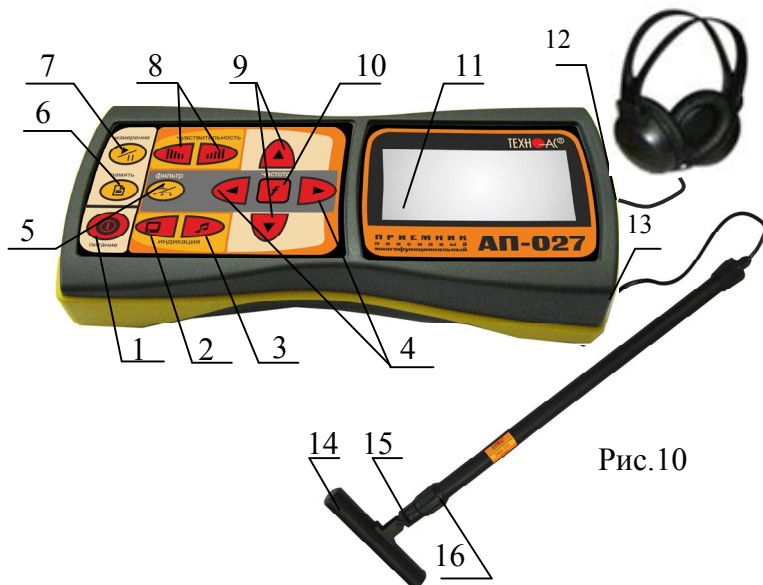
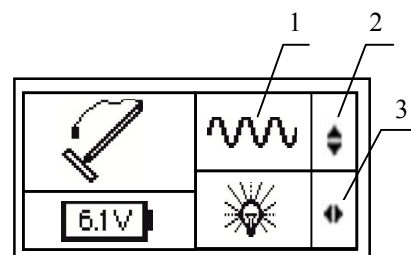
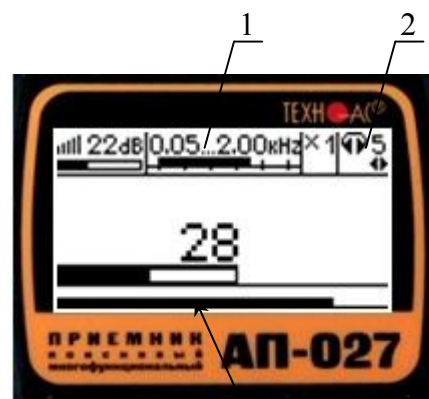

Рис.10
Рис.11
Fig.16 3
Используемое оборудование (рис.11): приемник АП-027, акустический датчик АД-227, головные телефоны.
4.2.4 Проверить вид принимаемого сигнала (поз.1 рис.6). Принимаемый сигнал «утечка » выбирается автоматически, работа в режиме течепоиска. При появлении на индикаторе символа «удары », что могло произойти в результате случайного нажатия на кнопки, следует выбрать в стартовом окне символ «утечка » любой из кнопок ▲/▼ поз.9 рис.10. (см. подсказку поз.2 рис.11)
Используемое оборудование (рис.10): приемник АП-027, электромагнитный датчик ЭМД-237, головные телефоны.
Подключить к соответствующим разъемам приемника электромагнитный датчик поз.13 рис.10 и головные телефоны поз.12 рис.10 (при необходимости).
Привести электромагнитный датчик из транспортного в рабочее положение для этого: ослабить стопорную гайку поз.16, раздвинуть штангу до требуемого размера и зафиксировать стопорной гайкой. Ослабить фиксирующую гайку поз.15 и установить электромагнитную антенну поз.14 датчика в положение, используемое в трассопоиске. Горизонтальное положение (рис.10) – трассопоиск по методу максимума, транспортное положение – трассопоиск по методу минимума.
5.2.1 Включить питание приемника АП-027 кнопкой ① поз.1 рис. 10.
5.2.2 В «стартовом» окне рис.11 на индикаторе приемника проверить:
5.2.3 Проверить вид принимаемого сигнала поз.1 рис.11. Принимаемый сигнал «непрерывный » выбирается автоматически. При появлении на индикаторе значка «импульсный », что могло произойти в результате случайного нажатия на кнопки, следует выбрать в стартовом окне символ «непрерывный » любой из кнопок $\blacktriangle/\blacktriangledown$ поз.9 рис.10. (см. подсказку поз.2 рис.11)
5.2.4 Установить необходимый уровень подсветки индикатора приемника, используя для этого кнопки $\blacktriangleleft/\blacktriangleright$ поз.4 рис.16 (см. подсказку поз.3 рис.11).
5.3.1 Запустить режим «измерение» кнопкой $\blacktriangleright/\blacktriangleleft$ поз.7 рис.10.
5.3.2 Выбрать режим «широкая полоса» нажатием на кнопку фильтр  поз.5 рис.10. На индикаторе появится символ широкой полосы  поз.1 рис.12.
В случае трассировки кабеля под напряжением или трубопровода с катодной защитой выбрать частоту 100 /120 Гц, нажав кнопку «частота» f поз.10 рис.10, используя
для этого кнопки ◀/▶ поз.4 рис.10. Наблюдать за величиной выбранной частоты на индикаторе поз.1 рис.12. Например, при выборе частоты 50/60 Гц появится символ
5.3.3 Выйти из режима регулировки фильтра, нажатием кнопки «частота» **f** поз.10 рис.10. На индикаторе в зоне окна поз.1 рис.12 исчезнет указатель подсказки ◀ и появится в зоне поз.2 рис.12 (возможность регулировки звука).
5.3.4 Установить комфортную громкость звука в телефонах поз.2 рис.12 кнопками ◀/▶ поз.4 рис.10 (если кнопки не используются для регулировки фильтра).
5.3.5 Установить уровень входного сигнала кнопками «чувствительность» IIII и IIII поз.8 рис. 10 по индикатору «узкая шкала» (предпочтительно на 50...70% от максимума) поз.3 рис. 12.
5.3.6 Установить необходимый коэффициент усиления фильтрованного сигнала множителем «×1/2/4/8» нажимая на кнопки ▲/▼ поз.10 рис.10, не допуская при этом перегрузки.
этого включить режим «измерение» кнопкой $\frac{\text{II}}{\text{I}}$ поз.7 рис.10., выбрать режим «широкой полосы», то есть выключить фильтр кнопкой $\frac{\text{I}}{\text{II}}$ поз.5 рис.10.
5.5.3 Для определения кабелей (из числа найденных коммуникаций), находящихся под напряжением промышленной частоты 50...60 Гц, используется режим 50...60 Гц. В этом режиме из широкого спектра сигнала выделяется лишь небольшая полоса частот с центральной частотой 50...60 Гц. Для входа в режим 50...60 Гц включить фильтр кнопкой $\frac{\text{I}}{\text{II}}$ поз.5 рис.10, нажать на кнопку частота f поз.10 рис.10 и выбрать центральную частоту фильтра 50...60 Гц кнопками $\blacktriangleleft/\blacktriangleright$ поз.4 рис.10.
5.5.4 Наблюдать за величиной выбранной частоты на индикаторе поз.1 рис.16. При выборе частоты 50/60 Гц
Выйти из режима регулировки фильтра, нажатием кнопки «частота» f поз.10 рис.10. На индикаторе в зоне окна поз.1 рис.16 исчезнет указатель подсказки \blacktriangleleft и появится в зоне поз.2 рис.16 (возможность регулировки звука).
5.5.5 Установить комфортную громкость звука в телефонах поз.2 рис.16, для этого нажать на кнопку режима звуковой индикации поз.3 рис.10 и отрегулировать громкость кнопками $\blacktriangleleft/\blacktriangleright$ поз.4 рис.10 (если кнопки не используются для регулировки фильтра).
5.5.6 Установить уровень входного сигнала кнопками «чувствительность» III и IIII поз.8 рис. 10 по индикатору «узкая шкала» (предпочтительно на 50...70% от максимума) поз.3 рис. 16.